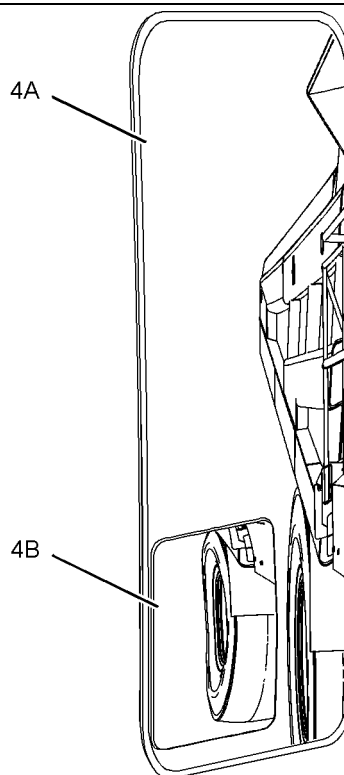

Ilustración 60
- el borde superior izquierdo de la caja volcadora que permite que el camión se ubique para cargar, al mirar el pasador de pivote de la caja volcadora, según se muestra en la ilustración 60
- el punto de contacto entre el neumático trasero izquierdo y el suelo, según se muestra en la ilustración 60